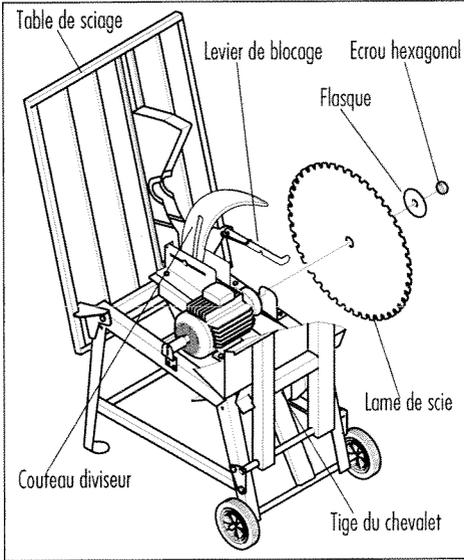

Figure 8 - Remplacement de la lame de scie
- ▼ Vérifier que la lame de scie a une assise solide et, au besoin, resserrer l'écrou hexagonal (voir Figure 8 - Remplacement de la lame de scie).
Attention! Ne pas faire pivoter la table vers le haut en position de remplacement de la lame de scie (voir Figure 8 - Remplacement de la lame de scie)!
3. Vérifier que la lame de scie bénéficie d'une assise solide. Au besoin, resserrer les écrous hexagonaux (voir Figure 8 - Remplacement de la lame de scie).
3. Desserrer le levier de fixation situé du côté arrière droit de la table, et faire lentement pivoter la table vers le bas (voir Figure 8 - Remplacement de la lame de scie).